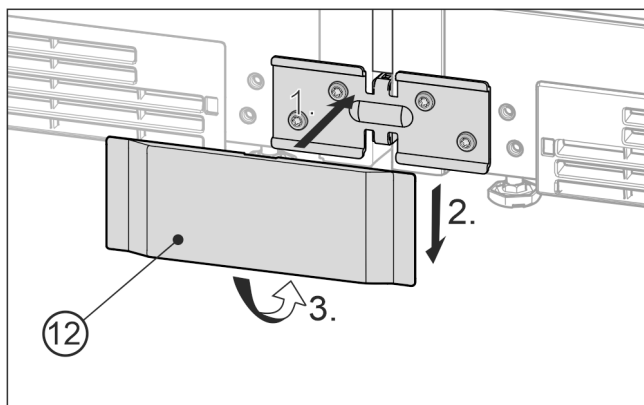

Fig. 24 Rappresentazione esemplificativa
- Applicare la copertura inferiore Fig. 24 (12) dal davanti sulla squadretta Fig. 24 (1), spingerla verso il basso Fig. 24 (2) e innestarla nella parte inferiore Fig. 24 (3).